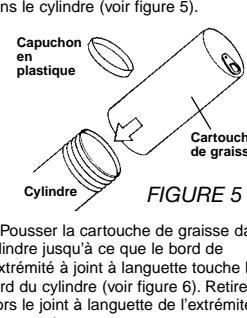

FIGURE 5
4. Retirer le capuchon en plastique de l'extrémité de la cartouche de graisse. Insérer la cartouche, extrémité ouverte en premier, dans le cylindre (voir figure 5).